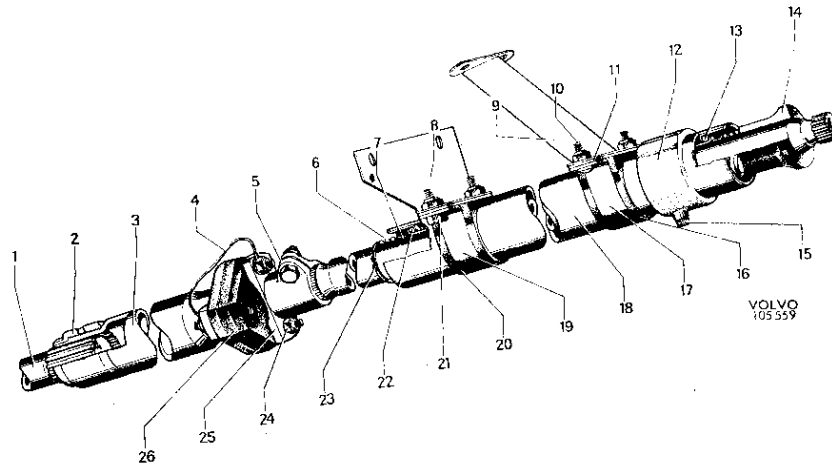

Abb. 44 Lenkspindellagerung, 1800 spät. Ausf.
- Klemmschraube (5, Abb. 44) lösen.
- Sicherungsring (23) ausfedern und zusammen mit der Feder (6) auf der Lenkspindel in Richtung Mitnehmer vorschieben.